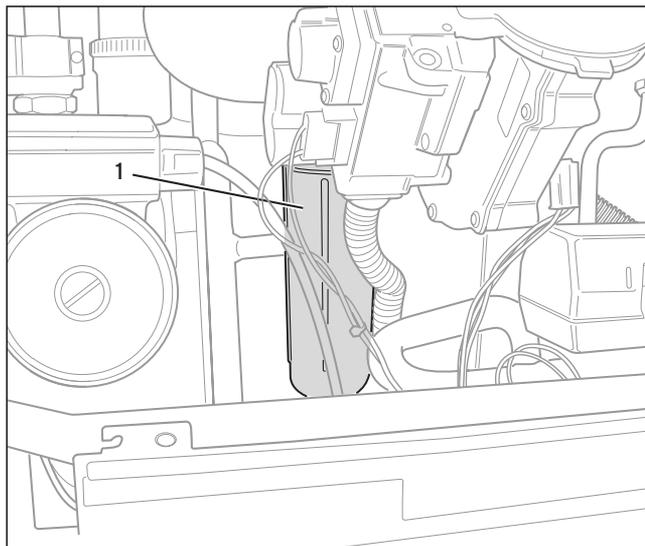

Рис. 5.2 Заполнение сифона
- Отвинтите нижнюю часть (1) сифона (рис. 5.2).